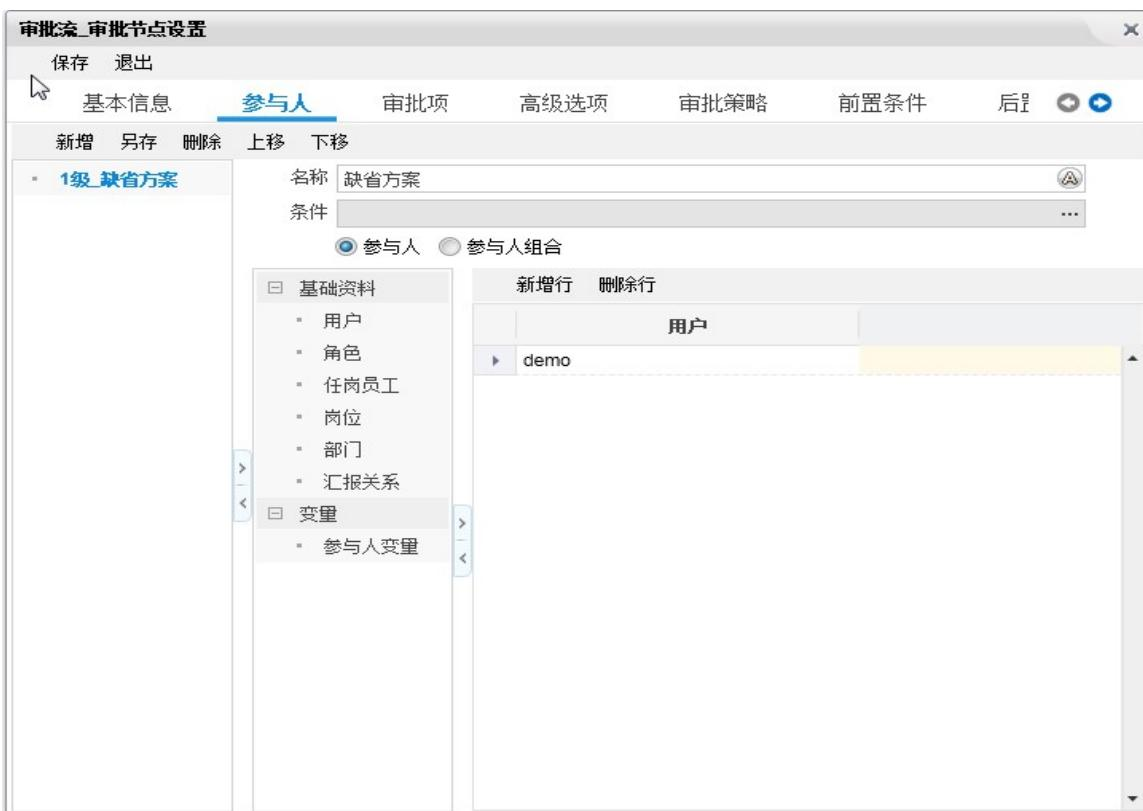

图 8-1-15 流程参与人
- 参与人：如下图 8-1-15 所示，K3Cloud 提供了非常灵活的参与人设计界面，用户可从选择从多个维度对参与人信息进行设计
- 参与人维度：K3Cloud 提供了“用户”“角色”“任岗员工”等多个维度，如下图 8-1-15 所示，流程运行时参与人解析会分别解析参与人维度的各个维度，组合形成该节点的参与人；